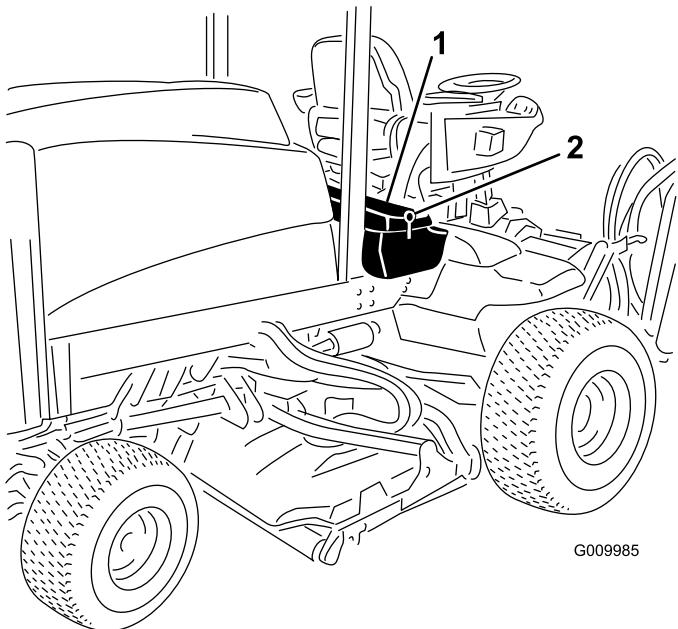
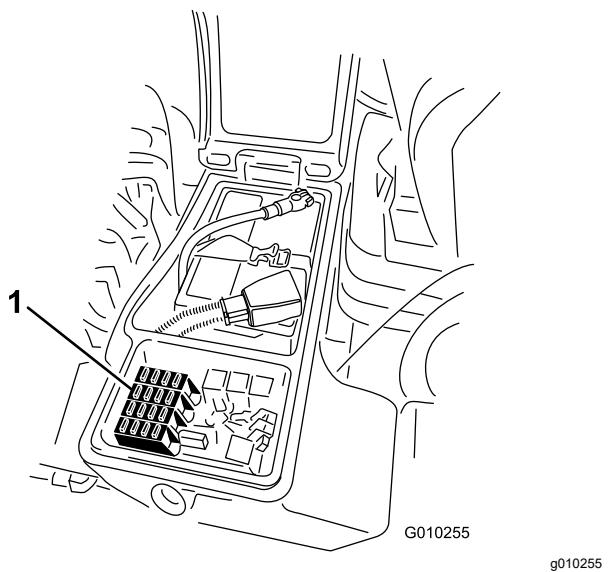

Рисунок 56
Рисунок 57
1. Ослабьте фиксацию защелки крышки правого вещевого отсека и поднимите крышку (Рисунок 56).
1. Ослабьте фиксацию защелки правого вещевого отсека и поднимите крышку (Рисунок 56), чтобы получить доступ к блоку предохранителей (Рисунок 57).
- 2. Замените открытый плавкий предохранитель (предохранители) при необходимости (Рисунок 57).
- 3. Закройте крышку правого вещевого отсека и зафиксируйте ее защелкой (Рисунок 56).